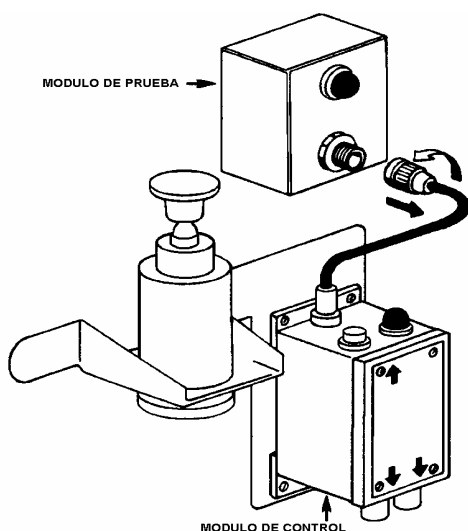

FIGURA 2-24. RETIRO DEL MÓDULO DE PRUEBA
10. Saque el kit de prueba del sistema desconectando el conector del detonador desde el módulo de prueba (Figura 2-24).